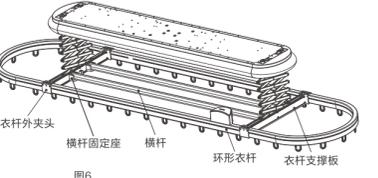

图6
- 如图6，用M5×45mm机丝将环形衣杆与衣杆支撑板固定（注意：不要锁得太紧，以免影响衣物转动）。